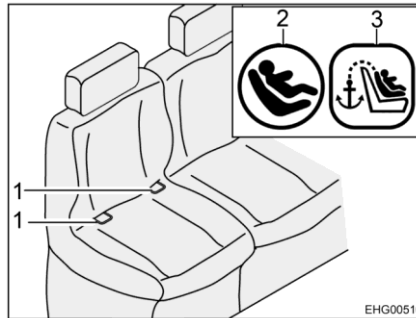
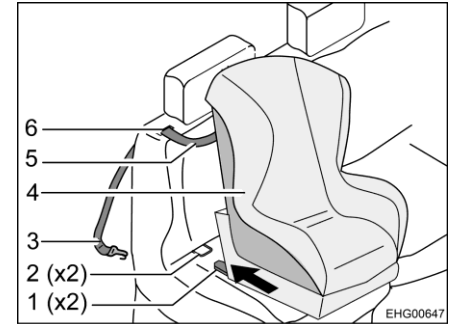

Fig. 6 Asiento con ISOFIX
Fig. 7 Fijación con Top Tether
- Pasar la correa Top Tether (Fig. 7,5) a través de la ranura (Fig. 7,6) en el cojín del respaldo (junto al reposacabezas).
- Enganchar el gancho de fijación (Fig. 7,3) en el punto de anclaje en el lado trasero del asiento del vehículo.
- Dejar que los brazos de enganche (Fig. 7,1) engatillen en los puntos de anclaje (Fig. 6,1 y Fig. 7,2). En esto, se deberá oír un clic distintivo.
- Con un fuerte tirón verificar que el asiento infantil (Fig. 7,4) esté firmemente fijado.